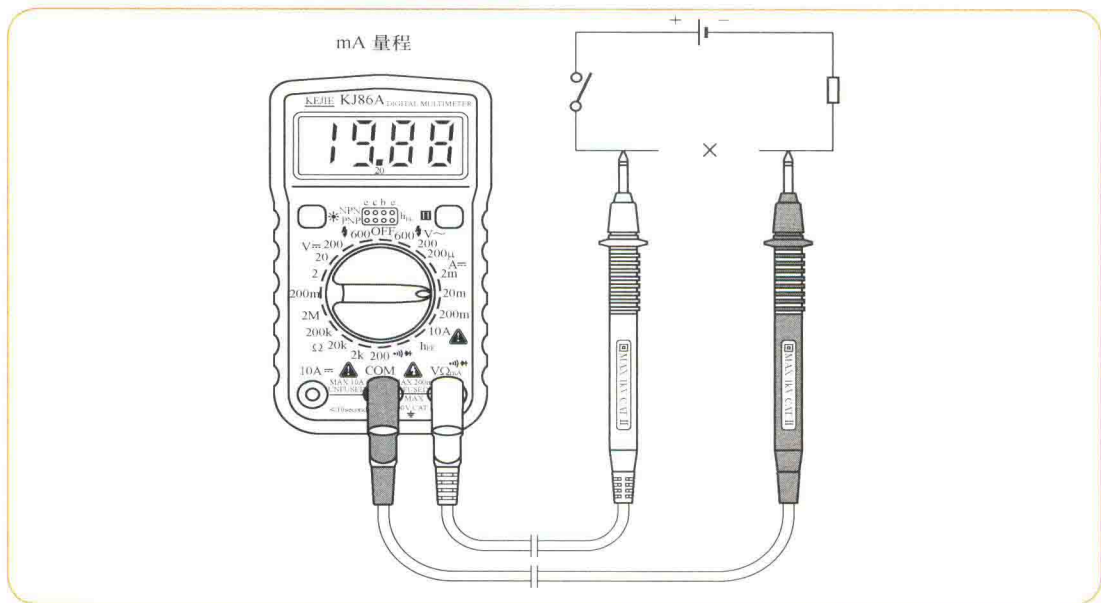

图1-13 KJ86A万用表测直流电流示意图
(3) 测直流电流。把黑表笔插入“COM”插孔中，当被测电流在200mA以下时红表笔插入“mA”插孔中，被测电流在2mA~10A时红表笔应插入“10A”插孔中，把功能量程开关置于“A”量程范围以内，把表笔串接入被事前断开的电路两端即可在显示屏上读数，同时会指示红表笔的极性。测量直流电流的情况如图1-13所示。